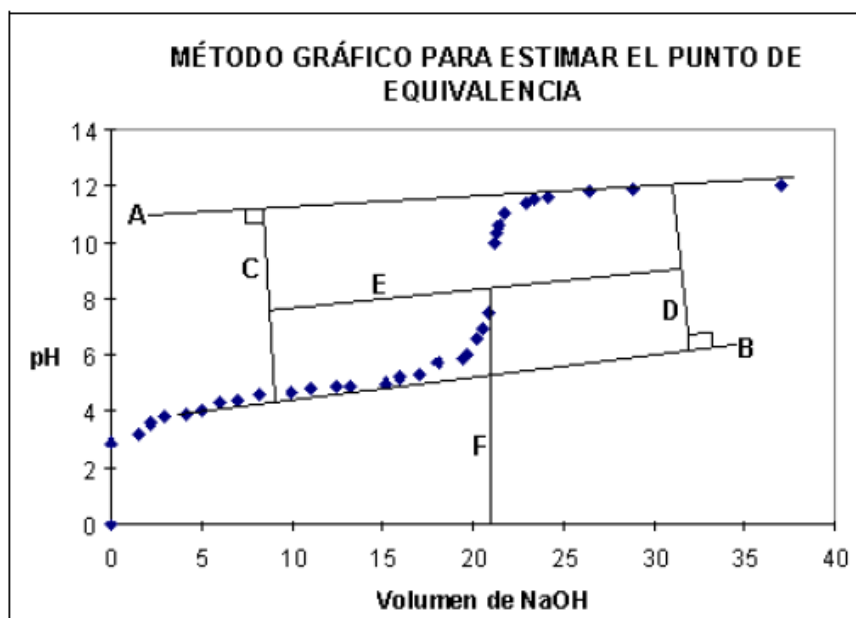

FIGURA 2
2. Se trazan dos rectas que toquen la mayoría de los puntos de las porciones planas de la curva de titulación, rectas A y B (vea figura 2). Note que esas rectas no son necesariamente paralelas entre sí.
3. Se dibuja un segmento C, perpendicular a la recta A y un segmento D, perpendicular a la recta B, como se muestra en la figura 2. Esos dos segmentos no son necesariamente paralelos entre si.
6. El volumen del punto de equivalencia se encuentra trazando un segmento F, perpendicular al eje X y que pase por el punto de intersección entre la curva de titulación y el segmento E, como se muestra en la figura 2. El volumen del punto de equivalencia se lee directamente.